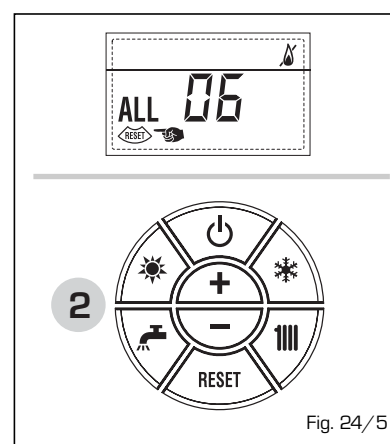

Fig. 24/5
- ANOMALÍA TERMOSTATO SEGURIDAD "ALL 07" (fig. 24/6)